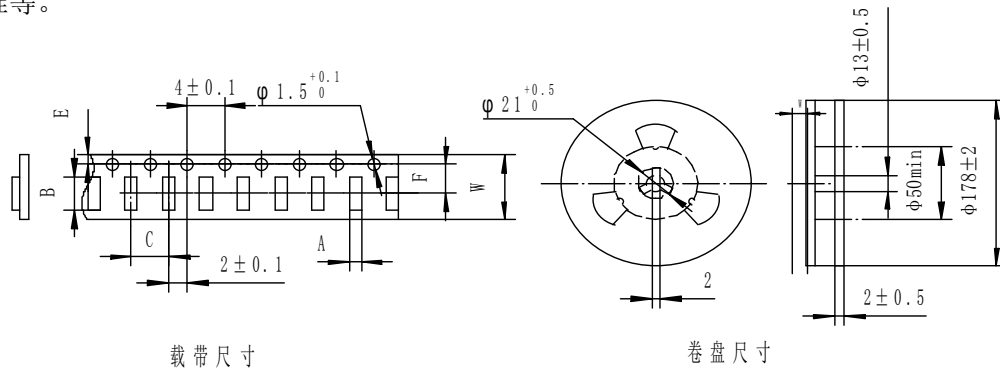
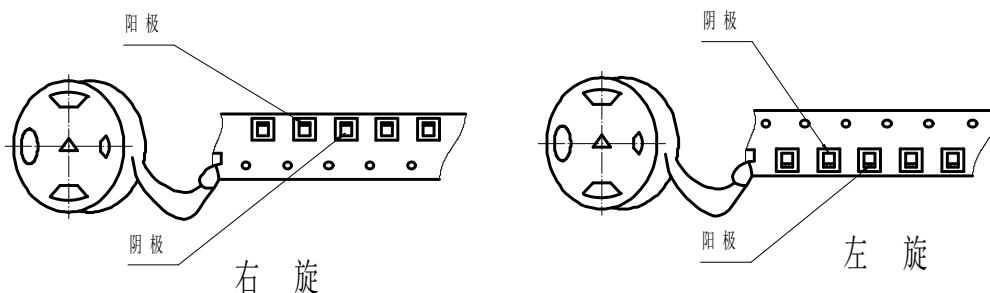

图 3 编带尺寸
图 4 编带卷绕方向
7.1 产品编带的尺寸及卷绕方向：见图 3、图 4、表 3、表 4。